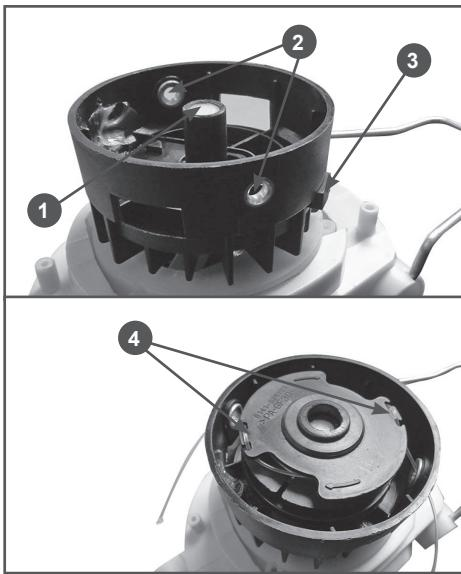

Рис. 15 Установка катушки в корпус
ке (Рис. 15). Вставьте концы корда в отверстия 2 на корпусе триммерной головки, установите катушку на ось 1 корпуса (Рис. 15). Освободите концы корда из пазов на катушке.
5. Если длина корда недостаточная (корд не достает до ножа для обрезки корда), удлинить корд можно, одновременно нажав на кнопку 3 стопора триммерной головки и потянув за концы корда (Рис. 15).